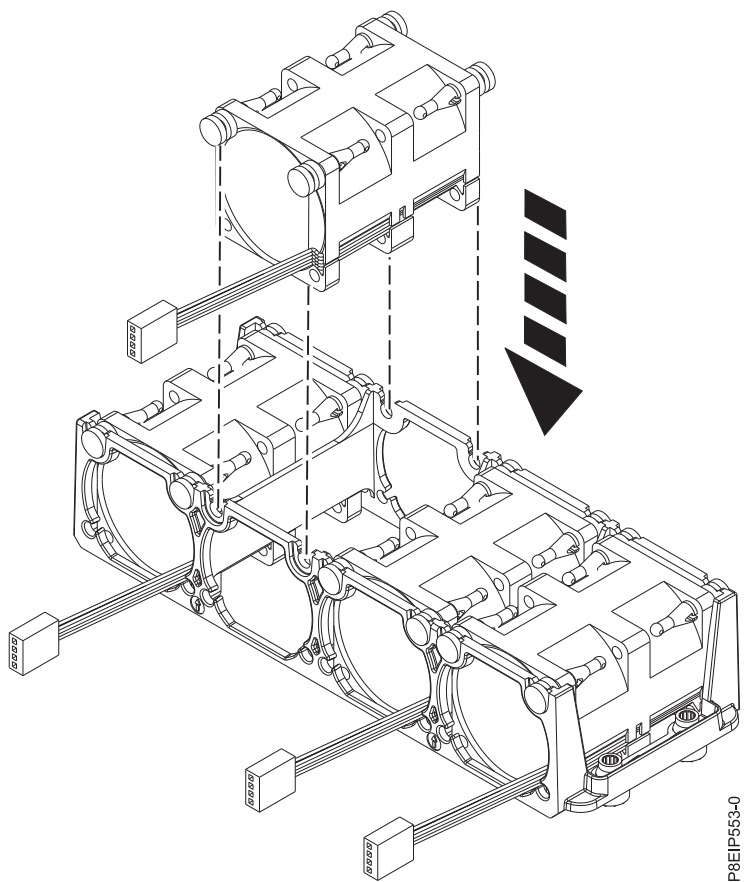

図 14. ファンの再取り付け
2. ファン・ホルダーを持ち上げた状態で、ファンをハウジング内に押し込みます (18 ページの図 14 を参照)。 ファン・ホルダーを通してケーブルを送ってください。ファンの支柱とファン・ホルダーのスロットを位置合わせします。